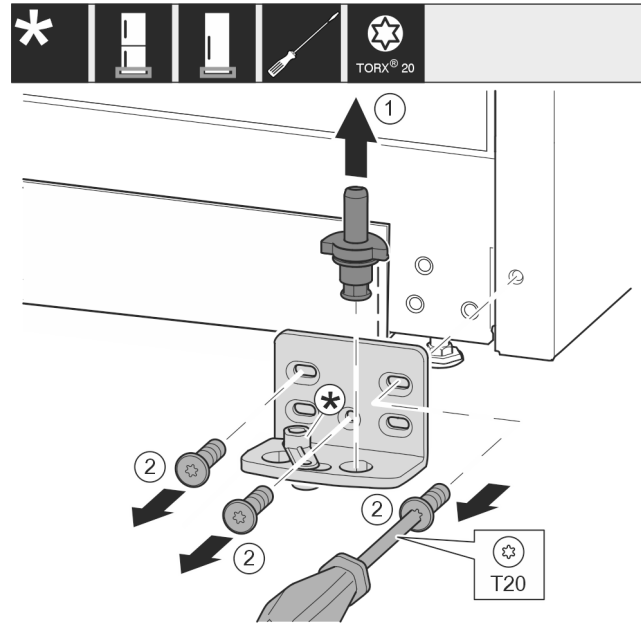

Fig. 9
- ▶ Lagerbouten compleet vanaf de bovenkant eruit trekken. Fig. 9 (1)
- ▶ Schroeven met schroevendraaier T20 eruit draaien en de lagerbus eraf halen. Fig. 9 (2)